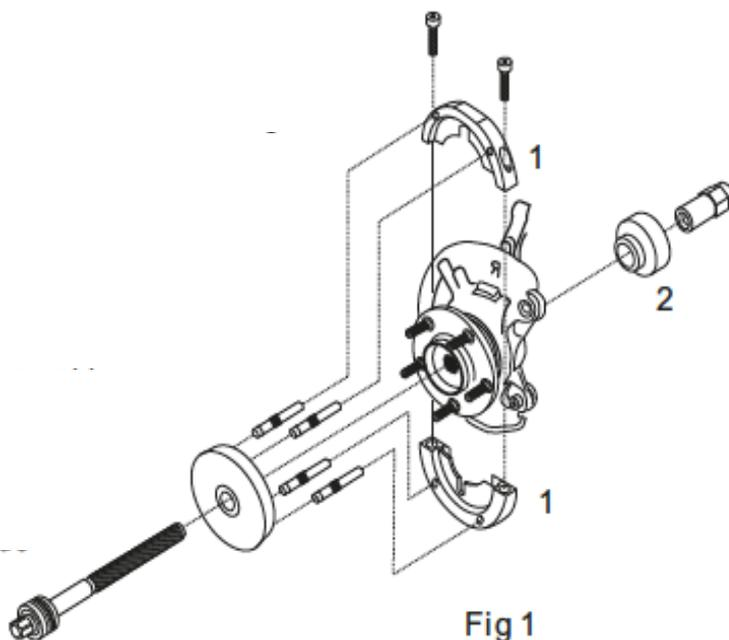

Fig 1
- Montar as conchas de remoção (1) no rolamento/flange; consultar o diagrama (Fig. 1), fixar com os parafusos de fixação fornecidos.
- Por trás, coloque o adaptador de extração (1) sobre a extremidade do parafuso de força. A extremidade do colar está virada para o parafuso de aperto - ver a Fig. 1. Tenha o cuidado de alinhar os cortes com o sensor ABS.
- Fixe a ferramenta montada com o suporte do parafuso de abertura. A extremidade rosca longa da saliência do parafuso de abertura é virada para o parafuso de abertura - ver Fig. 1.
- Fixe a ferramenta montada com a porca do parafuso de aperto. A extremidade de rosca longa da porca do parafuso de aperto deve estar virada para o parafuso de aperto - consulte a Fig. 1.